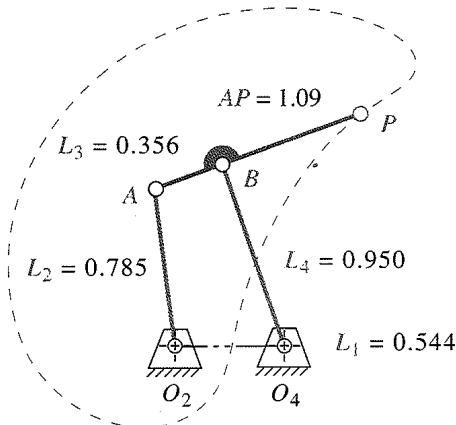

FIGURA P7-12 Problema 7-42
- **†7-42 La figura P7-12 muestra un mecanismo y su curva de acoplador. Escriba un programa de computadora o utilice un solucionador de ecuaciones para calcular y graficar la magnitud y dirección de la aceleración del punto del acoplador P con incrementos de 2° del ángulo de manivela con $\omega_2 = 20$ rpm a lo largo del rango máximo de movimiento posible. Verifique su resultado con el programa LINKAGES.